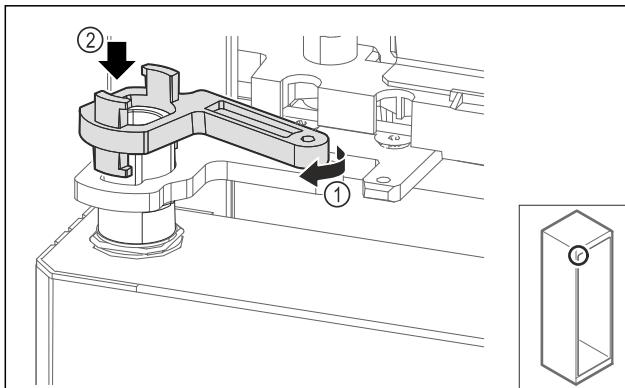

Fig. 66
- Завъртете леко блокировката на лагерната стойка Fig. 66 (1) и я поставете върху втулката Fig. 66 (2).